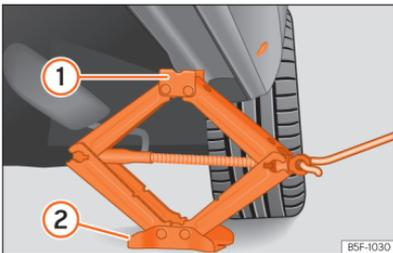

Abb. 192 Längsholm: Wagenheber ansetzen.
- Drehen Sie die Kurbel des unter dem Aufnahmepunkt des Längsträgers befindlichen Wagenhebers, bis sich die Nase **1** >>> **Abb. 192** unter der vorgesehenen Einführung befindet.